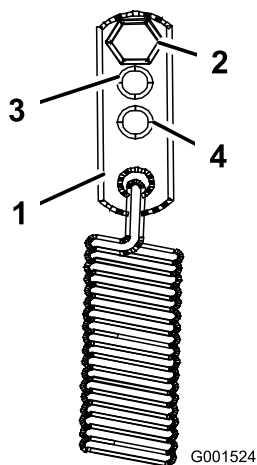

Figure 45
- Pour des conditions de conduite plus difficiles, déplacez les ancrages de ressort aux positions service moyen ou lourd (Figure 45). Les ancrages de ressort sont fixés au coin arrière supérieur des protections de la transmission hydraulique sur les côtés gauche et droit de la machine.
Le levier du frein de stationnement est situé sur le côté droit de la machine (Figure 45). Réglez le frein de stationnement s'il ne reste pas serré correctement.